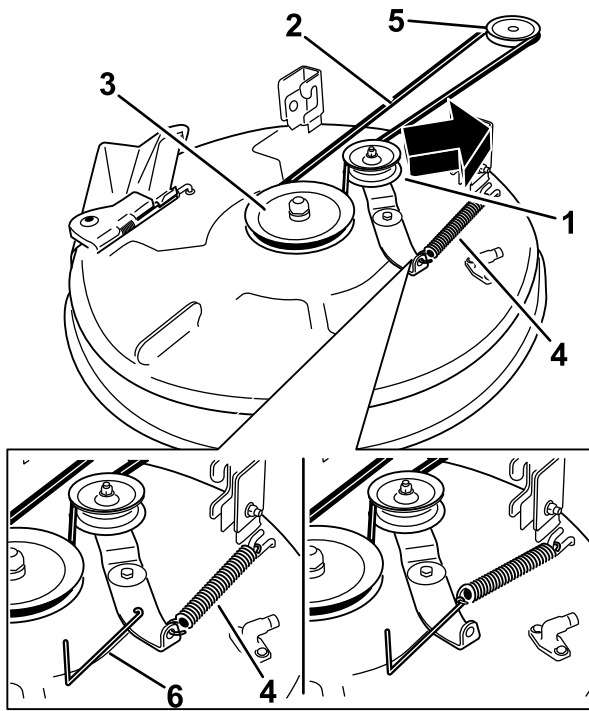

Figure 58
4. À l'aide d'un outil de dépose de ressort (réf. Toro 92-5771), décrochez le ressort du crochet sur le plateau pour éliminer la tension sur la poulie de tension et déchaussez la courroie des poulies (Figure 58).
5. Acheminez la courroie neuve autour des poulies du moteur et du plateau de coupe (Figure 58).
6. À l'aide d'un outil de dépose de ressort (réf. Toro 92-5771), accrochez le ressort à l'ergot sur le plateau de coupe pour tendre la poulie de tension et la courroie de plateau de coupe (Figure 58).